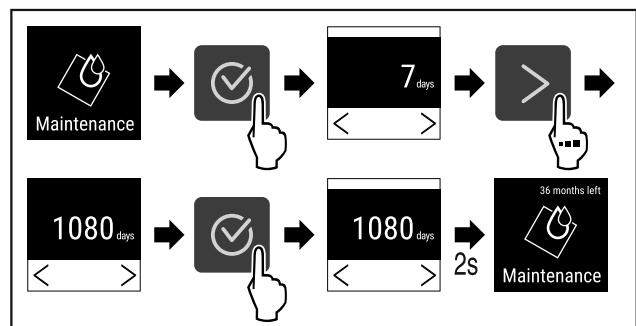

Fig. 98
- ▶ Kryeni hapat e veprimit (shihni Fig. 98).